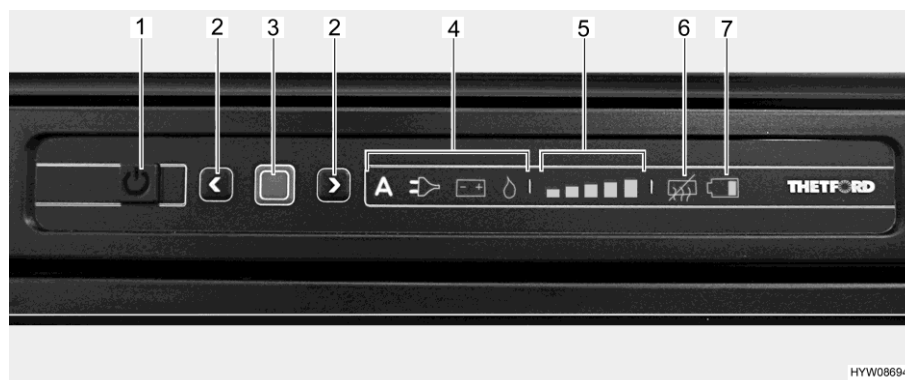

Bild 242 Lysdiodesreglage (kylskåp Thetford)
- Tryck på på/av-knappen (Bild 242,1) i en sekund. Knappen tänds med grönt ljus. Efter ca 10 sekunder dimmas indikeringen automatiskt för att spara ström.
- Tryck på bekräftelseknappen (Bild 242,3). Det sist valda driftläge visas.
- Tryck ned bekräftelseknappen (Bild 242,3) i cirka 2 sekunder. Symbolen för driftläge blinkar.
- Manuellt energival: Med pilknapparna (Bild 242,2) väljer du önskad energikälla.
- Automatiskt energival (endast för utförande med automatiskt energival): Välj driftläget "A" med hjälp av pilknapparna (Bild 242,2).
- Bekräfta valet med bekräftelseknappen (Bild 242,3).
- Tryck på bekräftelseknappen (Bild 242,3) igen. Kylnivåindikatorn (Bild 242,5) blinkar.
- Ändra inställningen genom att trycka på pilknapparna (Bild 242,2) tills önskad inställning visas.
- Tryck på på/av-knappen (Bild 242,1) i cirka 2 sekunder. Alla lampor släcks. Kylskåpet är avstängt.
När kylskåpet sätts på väljs automatiskt den sist valda termostatinställningen. Denna inställning kan ändras manuellt med pilknapparna (Bild 242,2). Det tar alltid några timmar innan man har en normal drifttemperatur i kylskåpet. Vid omkopplingen till ett annat driftläge, bibehålls termostatinställningen.